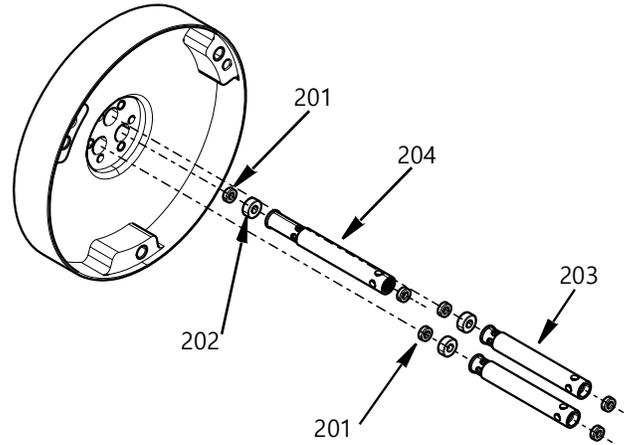

FIG. 15
- 패킹 스페이서(203 및 204), 로드 스틱(201) 및 로드 베어링(202)을 빼내십시오. 로드 스틱 제거는 **스틱 삽입 및 제거 공구 키트, 25T489**(32페이지)를 참조하십시오. 참고: 스페이서는 크기가 2가지(203 및 204)입니다. FIG. 15를 참조하십시오.